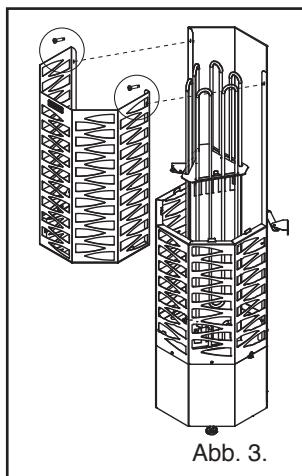

Abb. 3.
- Der Mantel des Saunaofens ist zweiteilig, um das Beladen der Steine zu erleichtern (siehe Abb. 3).